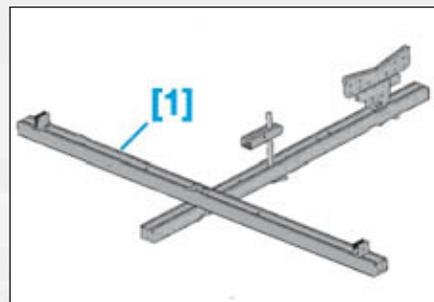

FIG.3
- [1]. Traverse inférieure de soutènement moteur (réf. 0012) (Fig.3).